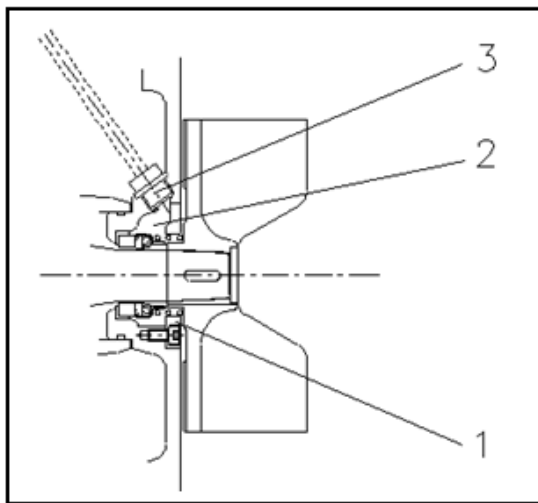

Fig. 10.1
- De pomp kan geleverd zijn met een voorziening waardoor de as afdichting kan worden gespoeld. (zie fig.10.1)
- In het dichtingshuis is een ring (1) gemonteerd, met een kleine speling om de waaier naaf of de dichting.
- Het spoelwatersysteem wordt aangesloten op de aansluiting (3).
- Door deze waterspoeling wordt de dichting kamer (2) vrijgehouden van het medium.